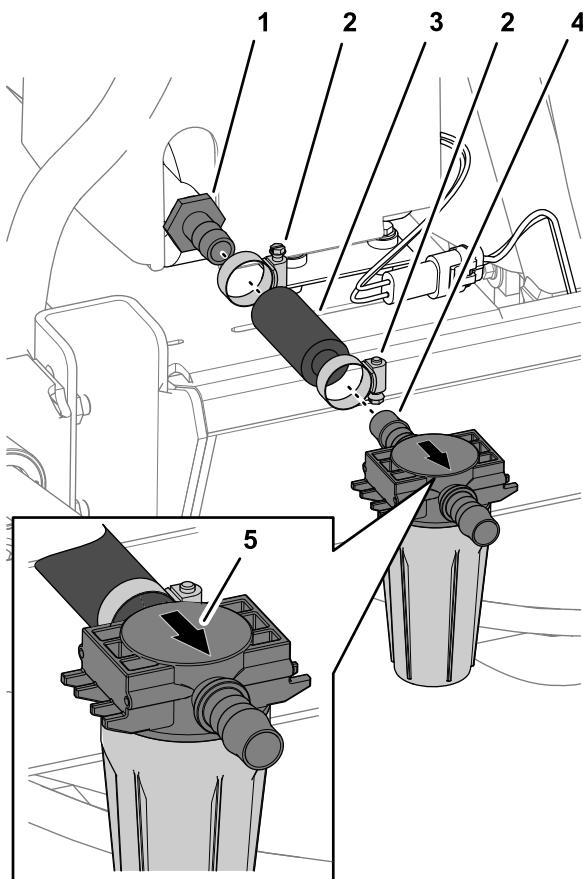

図 30
2. ホースを切断する(ページ5)で切断したホース20.3cmを、すすぎタンクポンプのバーブ付きストレートフィッティング車両外方側に組み付け、クランプを手締めする図 30。